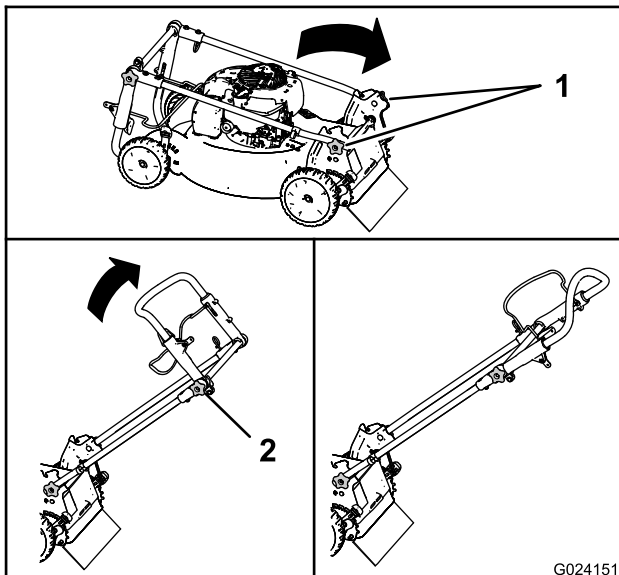

Bild 3
1. Nehmen Sie die Handräder des Holms vom Maschinengehäuse ab (Bild 3).
3. Schieben Sie den Holm in die Betriebsstellung (Bild 3) und ziehen Sie die zwei Handräder so fest wie möglich.
4. Lösen Sie das obere Handrad des Holms und stellen Sie den oberen Holm in die Betriebsstellung (Bild 3), ziehen Sie das obere Handrad des Holms wieder fest.